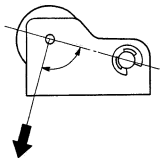

Fig. 4-1
3. Slowly pull the spring scale against the pinch roller in the direction shown by the arrow in Fig. 4-1, until the pinch roller is fully apart from the capstan shaft, then slowly let the pulling force loose and
3. ピンチ・ローラがキャプスタン・シャフトから完全に離れるように秤を矢印の方向 (図4-1) に引張った後、ピンチ・ローラが再びキャプスタン・シャフトに接触するように徐々に戻す。